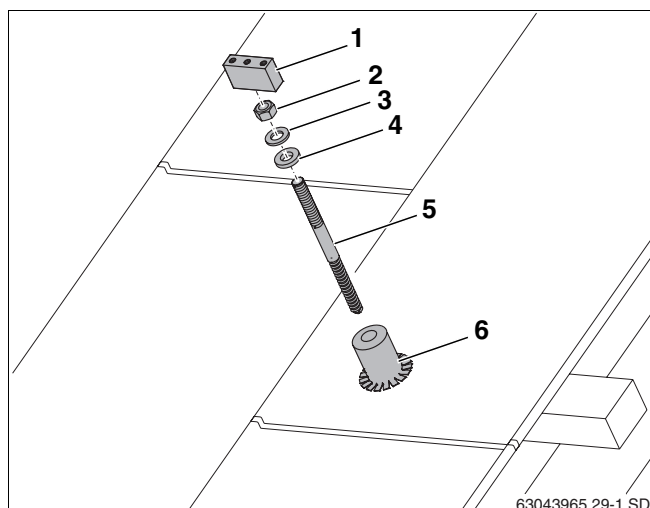

Fig. 27 Instalação sobre o telhado de chapa
Em vez dos ganchos para telhados, devem ser instaladas varas roscadas (fig. 27, **item 5**) para a fixação dos perfis. Durante a instalação, tenha atenção às distâncias a serem mantidas (w , x e y) das varas roscadas (tab. 5 e tab. 6, página 14).
Para garantir a estanqueidade do telhado, é necessário, para as varas roscadas (fig. 27, **item 5**), soldar mangas (fig. 27, **item 6**), fornecidas pelo instalador, à chapa.